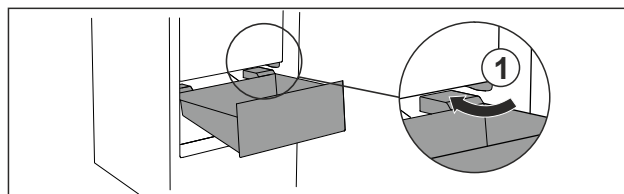

Fig. 80
- ▶ Guider le tiroir en biais en contournant les butées Fig. 80 (1).